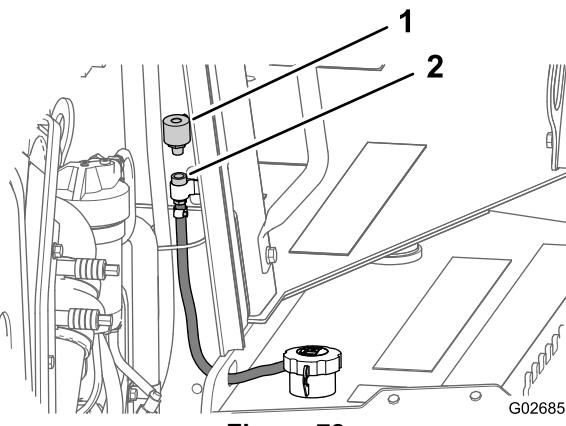

Figura 78
2. Sul lato anteriore del pannello del vano motore, rimuovete lo sfiatatoio dal giunto del tubo ruotando lo sfiatatoio in senso antiorario (Figura 78).
3. Montate un nuovo sfiatatoio nel giunto del tubo serrandolo a mano (Figura 78).